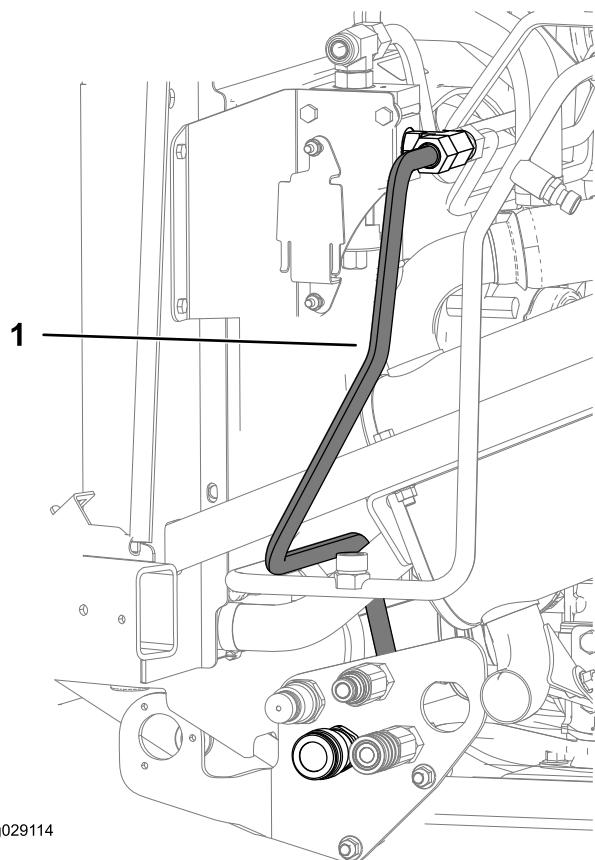

Bild 23
3. Befestigen Sie den Hydraulikschlauch B vom T-Adapteranschlussstück (5/8", Außengewinde) am rechten Verteiler an der Schottkupplung (4,02") am Schott, wie in Bild 23 abgebildet.